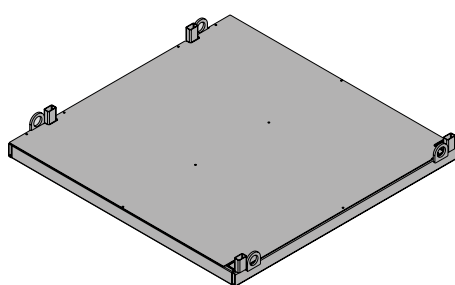

Abb. 29.1
1. Unibühne LAB 130/140 auf ebener Erde ablegen (Abb. 29.1).